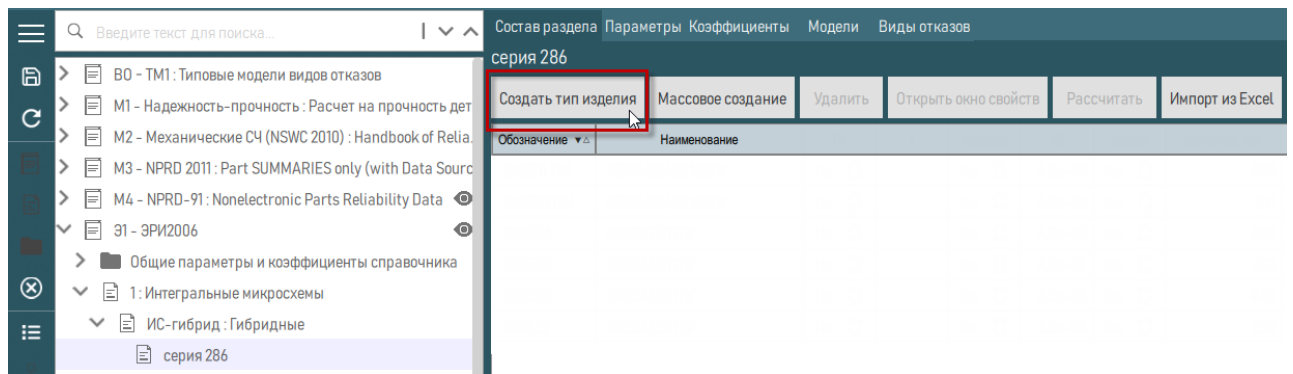

Рисунок 70 – Создание типа изделия
1) Выбрать раздел справочника, на панели инструментов и в правой рабочей области нажать кнопку «Создать тип изделия» (рисунок 70).